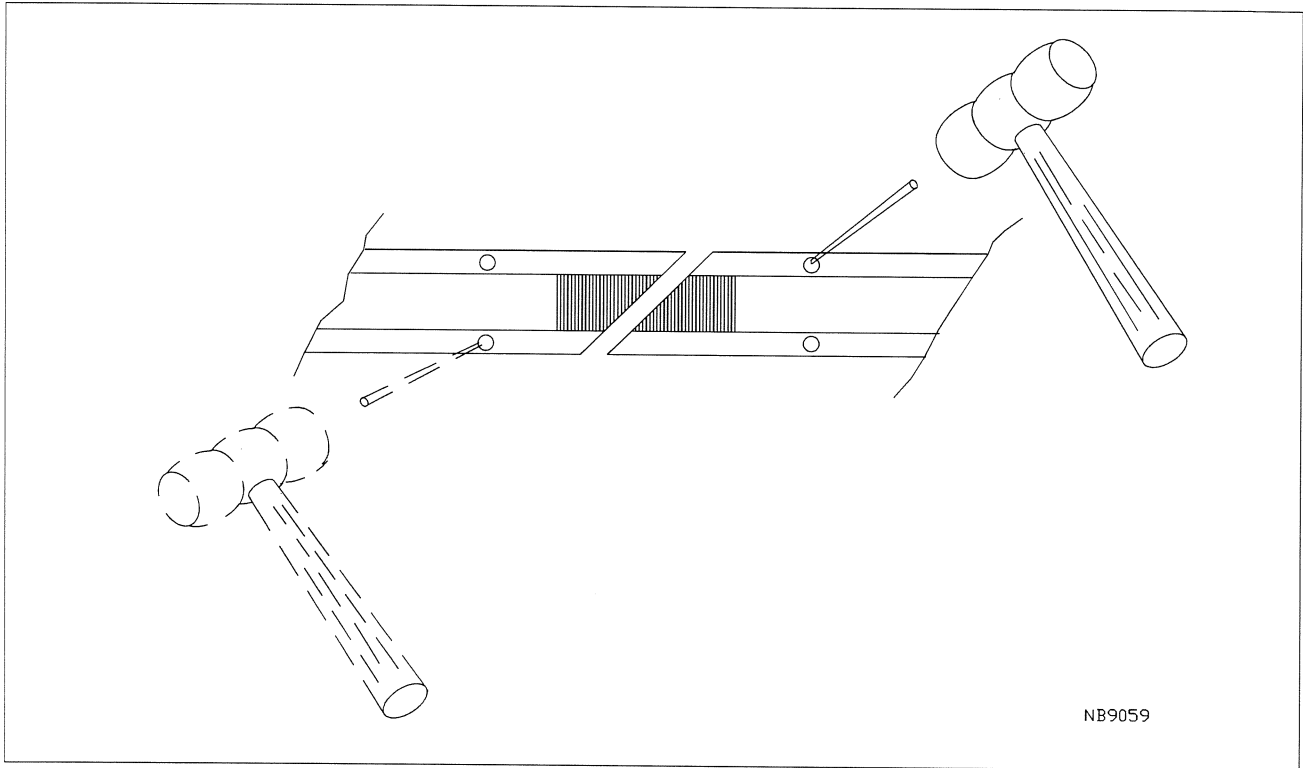
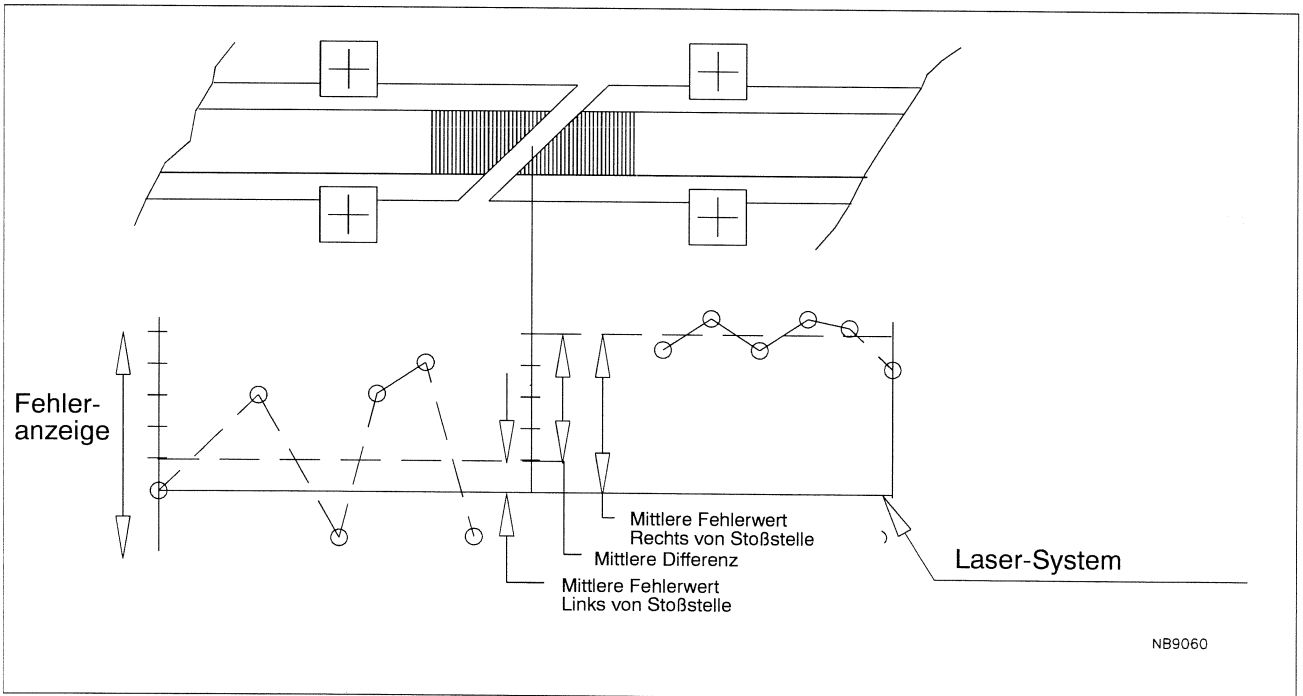

Fig. 31 In Position klopfen des Maßstabes
Fig. 32 Justierung mit Hilfe eines Laser-Systems
Wird ein abweichender Wert gefunden, den zweiten Maßstab durch sanftes Klopfen mit Hammer und Stahldorn justieren. Zu diesem Zweck sind in den Maßstäben kleine Löcher vorgesehen (Bild 31).
- Mit Hilfe der beiden Anzeigen einige Messungen (etwa 6 bis 8) zur Linken der ersten Stoßstelle durchführen, die Unterschiede notieren und den mittleren Fehlerwert berechnen; siehe auch Bild 32
- Falls sich zwischen den mittleren Werten (mittlere Differenz, Bild 32) der ersten Serie Ablesungen (linke Seite der Stoßstelle) und der zweiten Serie Ablesungen eine Differenz ergibt, den rechten (zweiten) Maßstab durch sanftes Klopfen mit Hammer und Stahldorn justieren. Zu diesem Zweck sind in den Maßstäben kleine Löcher vorgesehen (Bild 31).